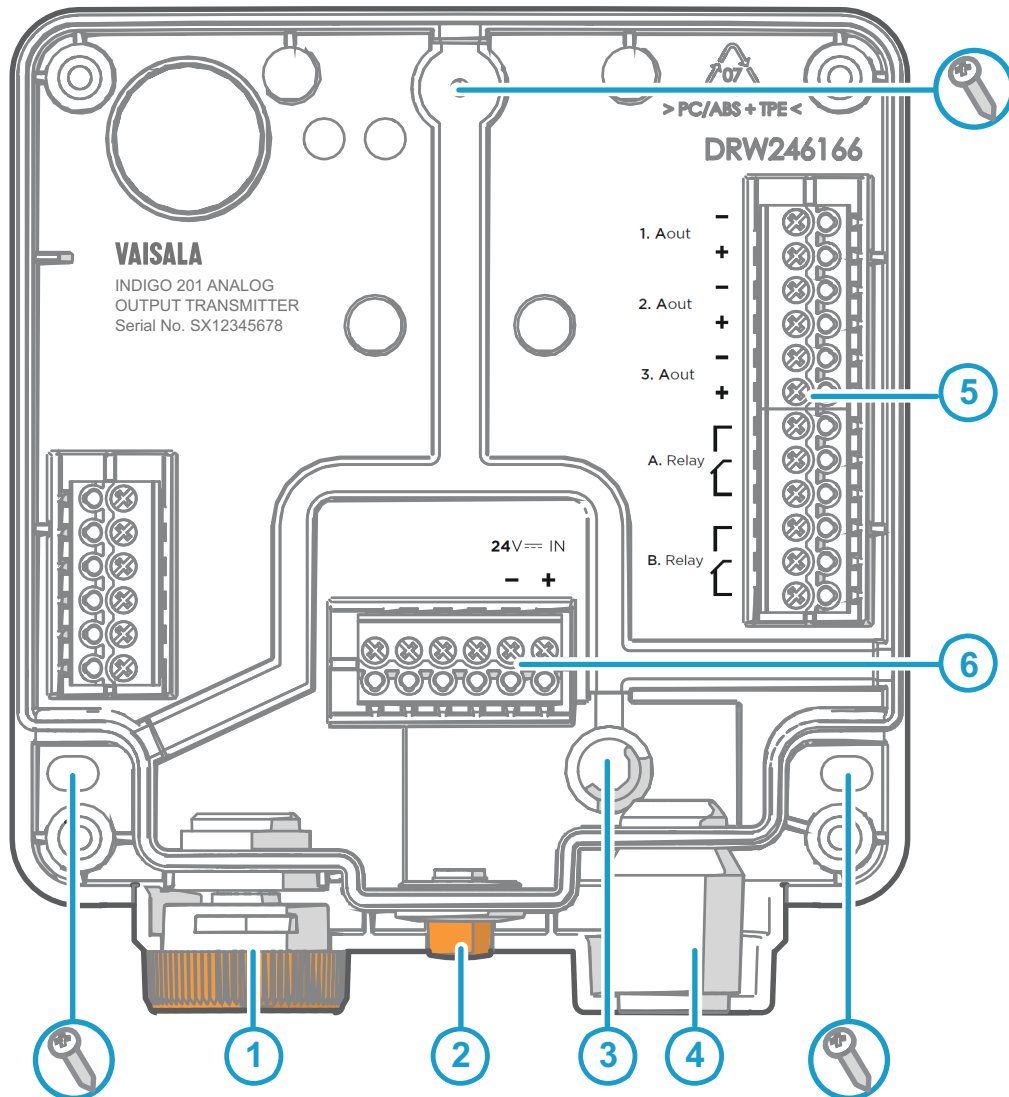

図 19 Indigo 201 変換器基盤の主要部品とネジの位置
4. 変換器基盤を取り付け面に配置し、3本のネジで基盤を設置します。図 19 (ページ 31) に示されたネジの位置を参照してください。